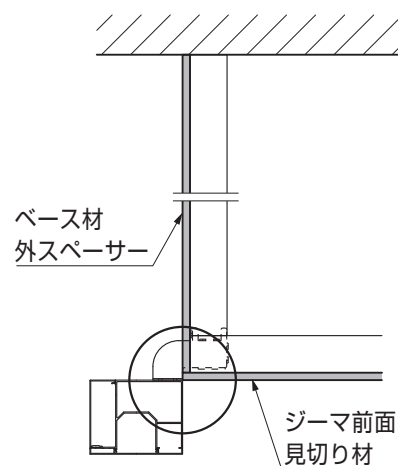

図2-12
- ジーマ前面見切り材とベース材外スペーサーは、ジーマ前面見切り材勝ちになるよう取付けてください。（図2-12参照）
(2) デッキ納め柱部品の取付け